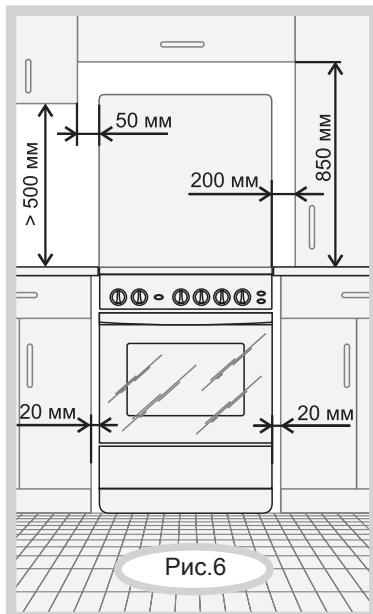

Рис.6
- Расстояния, которые необходимо выдержать при установке плиты, показаны на рис.6. Задняя стенка плиты должна отстоять от поверхности стены не менее чем на 50 мм. Торцы мебели на уровне варочной поверхности стола защитить металлическими накладками.